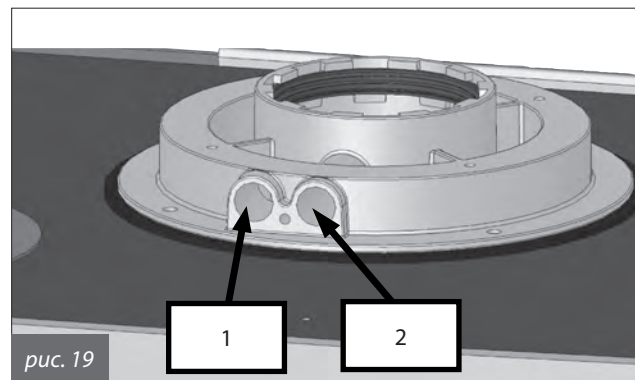

рис. 19
С помощью данных патрубков можно произвести забор проб воздуха поступающего на горение и отводимых дымовых газов (рис. 19).
- замер температуры воздуха поступающего на горение через соответствующее отверстие 1 (рис. 19).
- замер температуры и содержания CO₂ в дымовых газах через соответствующее отверстие 2 (рис. 19).